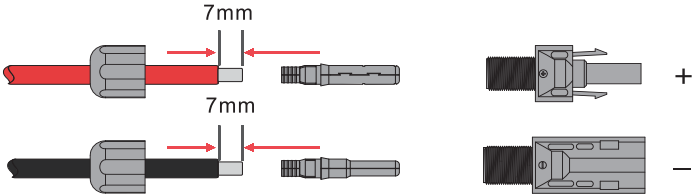

Figura 4.1-3 Cables FV y conectores FV.
Paso 1. Pele el aislamiento del cable FV de 7 mm, desmonte la tuerca ciega del conector y pase un cable FV a través de la misma. Repita esta operación con todos los cables FV, prestando especial atención a la polaridad del conector, tal y como se muestra en la Figura 4.1-3.